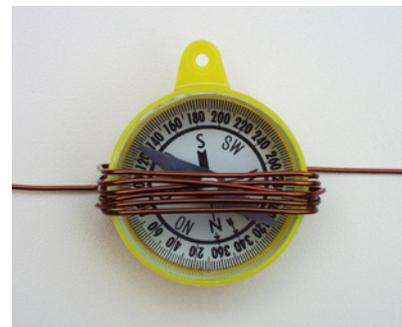

Fig. 160
- In der Nähe des Äquators, wo das Erdfeld  $30 \mu\text{T}$  beträgt, befindet sich ein Kompass in einer  $6 \text{ mm}$  langen Spule mit 7 Windungen (siehe Fig. 160). Ohne Strom ist die Kompassnadel senkrecht zur Spulenachse.